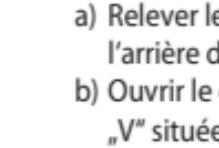

Fig 1
- a) Relever le levier noir de déverrouillage situé en-dessous du piston à l'arrière du pistolet et tirer le piston jusqu'à la butée (Fig 1).